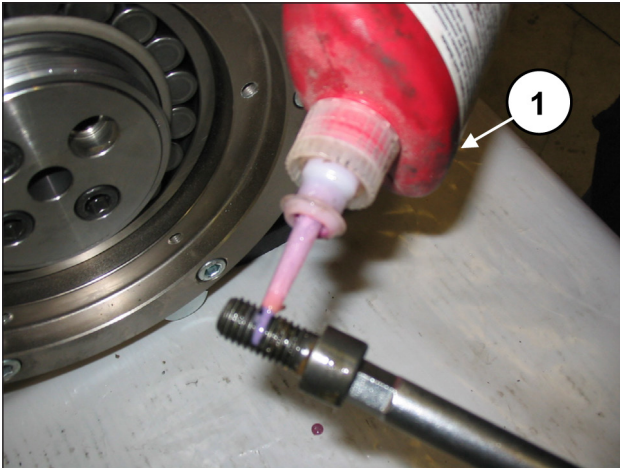

Fig. 87
Appliquer LOCTITE 243 sur le filetage des vis M12x25 (rep. ①, Fig. 87).